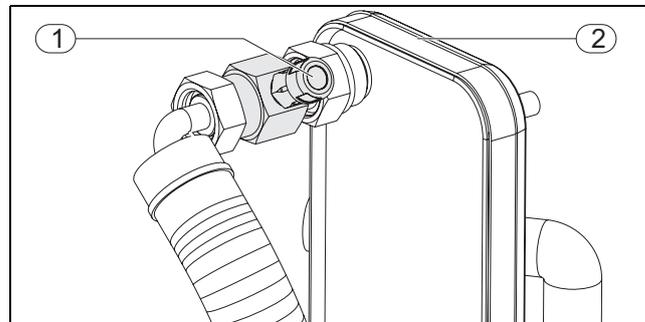

Fig. 15 Valvola di sfiato
- ▶ Aprire la valvola di sfiato (→ Fig. 15, [1]), fino a quando l'acqua scorre nello scarico ed esente di aria. Controllare il corretto scarico dell'acqua.